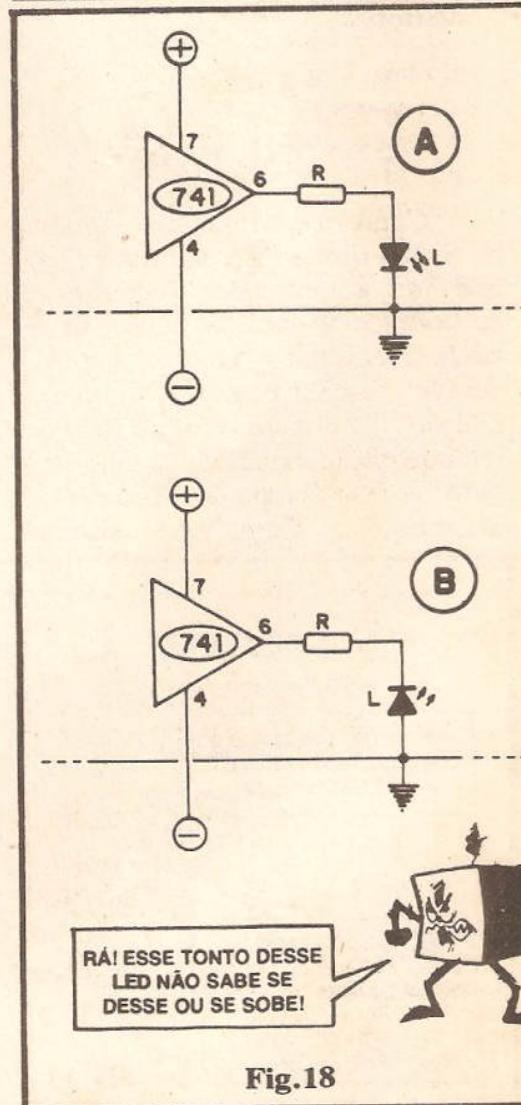

Fig.18
- FIG. 18 - REFERENCIANDO A ENERGIZAÇÃO DE UM LED, NA SAÍDA DO 741, PELA LINHA DE “ZERO” VOLT - Obviamente, também podemos referenciar a energização de um LED acoplado ao pino 6 do 741, pela linha de “terra”, de “zero” volt, ou “ponto central” da alimentação “gêmea”, split... Observem que nesse caso, se por exemplo a alimentação geral situar-se em 9-0-9V, o maior potencial a ser desenvolvido sobre o conjunto LED/resistor será o de “meia fonte”, ou seja: cerca de 9V (descontando ainda aqueles “velhos” 1 ou 2V que o 741 naturalmente “rouba” da excursão máxima de Saída...). O valor do resistor/limitador R, portanto, deverá ser calculado levando em conta essa condição de máxima Tensão, além